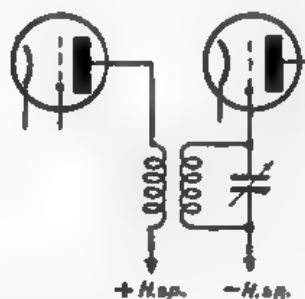

Fig. 52. H.F. transformator-koppeling met afgestemde secundaire wikkeling.
W. — Goed begrepen! Het is noodzakelijk, dat de selectie, die in den afstemkring van de antenne begonnen is, wordt voortgezet in de koppelingskringen van den hoogfrequent-versterker. We zullen daarvoor selectieve transformatoren gebruiken en een van beide of zelfs de beide wikkelingen afstemmen (fig. 52 en 53). Zulke transformatoren laten alleen dien stroom door, welke de frequentie heeft, waarop ze zijn afgestemd, met uitsluiting van alle andere.